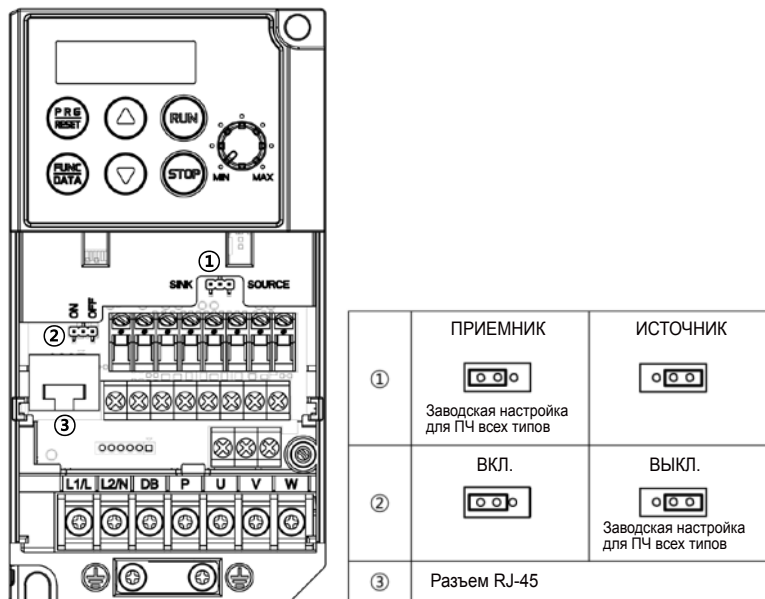

Рис. 2.11 Расположение переключателей и разъема RJ-45
Переключатели (см. рис. 2.11) позволяют настроить параметры дискретных входов/выходов и оконечного резистора линии связи RS-485.
① SW10	<p>Переключатель ПРИЕМНИК/ИСТОЧНИК для дискретных входов</p> <ul style="list-style-type: none">• Чтобы использовать дискретные входы [X1] - [X3], [FWD] и [REV] в режиме ПРИЕМНИК, переключатель необходимо установить в положение SINK. Чтобы использовать их в режиме ИСТОЧНИК, переключатель необходимо установить в положение SOURCE (см. рис. 2.11).• Для переключения между режимами ПРИЕМНИК/ИСТОЧНИК используйте тонкогубцы или аналогичный инструмент.
② SW9	<p>Переключатель резистора оконечной нагрузки линии связи RS-485</p> <ul style="list-style-type: none">• Для подключения опциональной дистанционной клавиатуры установите переключатель в положение OFF (заводская настройка по умолчанию).• Если преобразователь подключен к линии связи RS-485 в качестве оконечного устройства, то переключатель необходимо установить в положение ON.• Для перевода переключателя резистора оконечной нагрузки в положения ON и OFF используйте тонкогубцы или аналогичный инструмент.